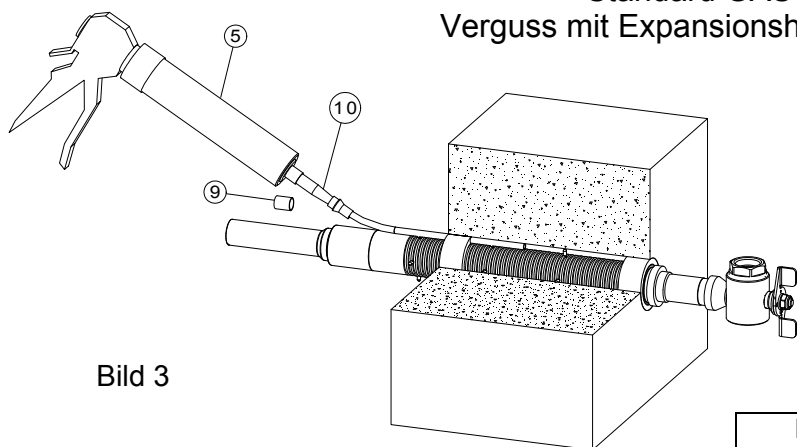

Bild 3
von ca. 1000 mL (2) möglichst vollständig genutzt wird. Zur Begrenzung und Abdichtung während der Einbringung des Expansionsharzes sind selbstklebende Schaumstoffstreifen (6) zu verwenden. Diese sind beidseitig, umlaufend und überlappend auf die HEK zu kleben (Bild 2). Die Stärke des Schaumstoffes ist ggfls. durch mehrfaches Umwickeln der Kernbohrung anzupassen. Der Verguss kann von der Außen- oder Innenseite her erfolgen. Dadurch wird die Position des Füllrohres (7) bestimmt. Das Füllrohr wird ca. 50 mm unter den Schaumstoffstreifen geschoben und mit diesem fixiert (Bild 2). Dabei sollte die Lage des Füllrohres auf ca. 11 bzw. 13 Uhr zum Kernbohrungsscheitel liegen. Die so vorbereitete HEK kann dann nach einem Zusammenpressen der Schaumstoffstreifen leicht in die Kernbohrung eingeschoben und ausgerichtet werden. Die Kontrollkappe (8) wird auf das Ende des Füllrohres gesteckt und der Deckel (9) davon zur Seite gelegt. (Bild 3 –S02)
Die DK – Kartusche (2) ist in die Handdruckpistole (5) einzulegen und durch leichtes Gegendrücken der Vorschubstange zu fixieren. Die Verschlusskappe (3) ist abzuschrauben und der Mischstab (4) kräftig einzuschieben (Bild 2). Durch Rechtsdrehung wird dieser auf den innen liegenden Mischer fixiert und aufgeschraubt. Dies erfolgt so lange, bis durch ein hörbares Knacken die unterhalb des Mixers angebrachte Dichtplatte abgesprengt wird. Mit ca. 25 – 35 kräftigen Mischhüben wird das System aktiviert. Der Mischstab ist ganz an das Kartuschenende zurückzuziehen und durch Linksdrehung zu lösen und zu entfernen. Die Düsenspitze (10) ist auf die DK – Kartusche zu schrauben. Das System 308 ist einsatzbereit. Mit der Handdruckpistole (5) ist das Expansionsharz über die Kontrollkappe (8) in den Ringspalt einzubringen (Bild 3). Nach vollständiger Einbringung ist der Deckel (9) auf die Kontrollkappe (8) aufzustecken. Dieser besitzt eine Kontrollbohrung. Aus dieser Kontrollbohrung soll nach vollständiger Expansion des Systems S 308 Expansionsharz austreten (9) (Bild 3).